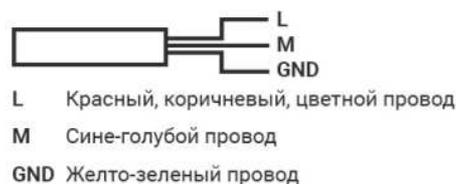

Рис. 2. Схема подключения
- 3.9. При использовании воронки для подключения электрического кабеля к сети необходимо использовать гидроизоляционную муфту или распаечную коробку. Подключение кабеля осуществляется через автомат защиты сети (см. рис. 2).